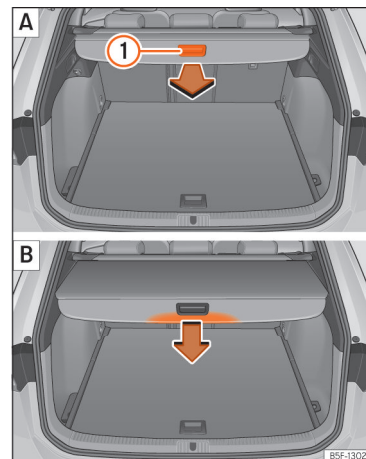

Abb. 177 Im Kofferraum: Abdeckung ausziehen und einrollen.
- Ziehen Sie gleichmäßig die Abdeckung am Handgriff »» (Abb. 177) ① heraus, bis diese hörbar einrastet.
- Drücken Sie den Haltegriff der Gepäckraumabdeckung in Pfeilrichtung, bis diese entriegelt ist »» (Abb. 177) B.